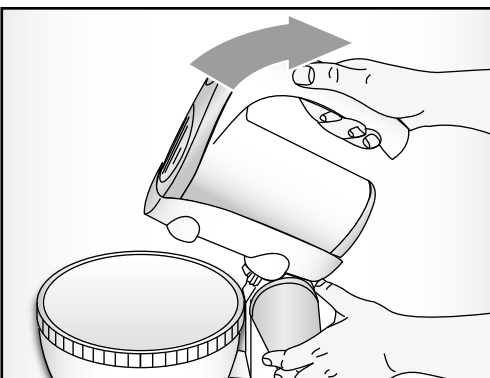

Fig. 4
- Frapper le poussoir d'inclinaison du bras (H) tout en soulevant le corps moteur (F) à l'aide de la poignée spéciale (Fig. 4).
- Die Kipptaste des Arms (H) betätigen und gleichzeitig das Motorgehäuse (F) anhand des zugehörigen Griffs (Abb. 4) anheben.